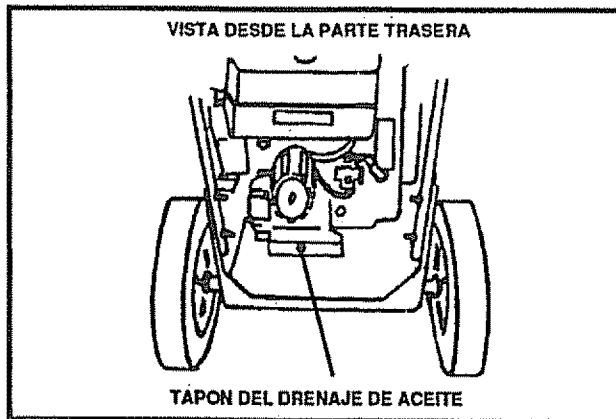

FIG. 8
- Remueva el tapón del drenaje de aceite (vea la Fig. 8) y drene el aceite en un envase plano.